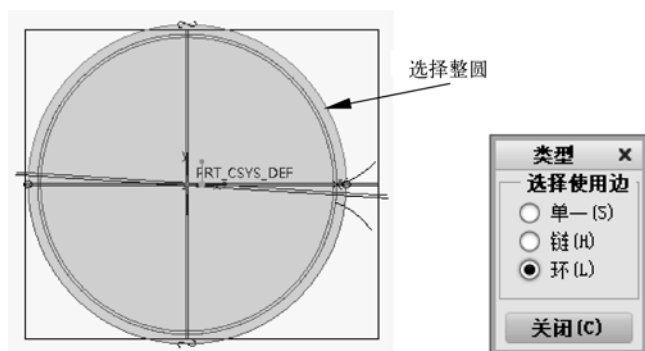

图 6-73 选择曲线环
- 单击“投影”按钮，弹出“类型”对话框，选择“环”单选按钮，然后在工作区中选择图 6-73 所示的曲线作为草绘剖面，最后单击“确定”按钮，退出草绘环境。